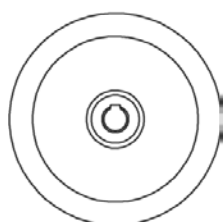

图 4.7.9 创建基本视图
(4) 在“视图向导”命令条中 **2:1** 的下拉列表中选择 **1:1**。将鼠标放在图形区，会出现视图的预览，选择合适的放置位置单击以生成基本视图，结果如图 4.7.9 所示。